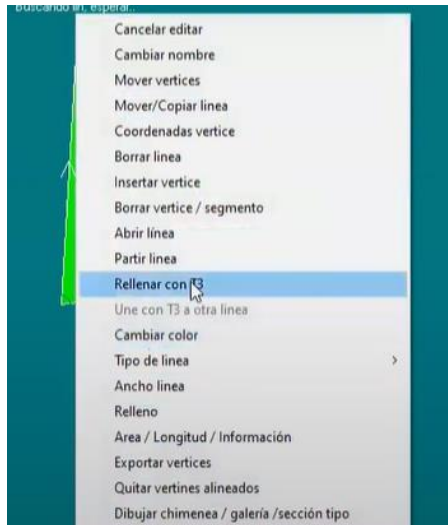

Figura 297. Rellenar con T3.
49. Para que la poligonal tenga relleno, con la opción “Editar líneas” activa, dar clic en cualquier vértice y seleccionar la opción “Rellenar con T3”. Figura 297.